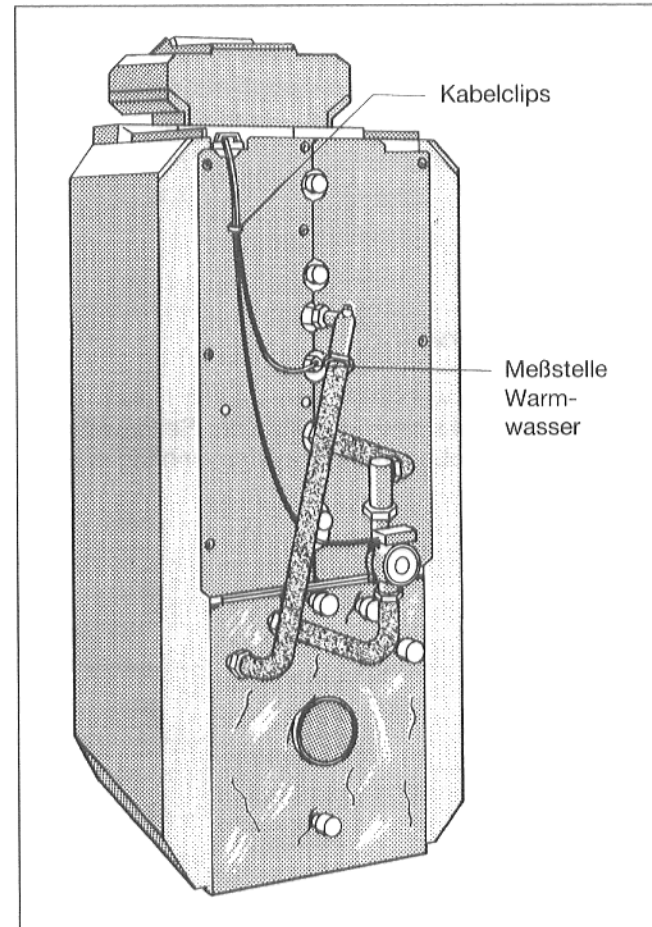

Abb. 25
Die Tauchhülse für den Warmwasser-Temperaturfühler befindet sich im Speicherbehälter auf der Rückseite (Abb. 25).
- Kabelclipe in die Bohrungen der Rückwand eindrücken (Abb. 25).
- Kabel von Speicherladepumpe und Fühlerleitung von Warmwasserfühler durch den Kabelhalter zum Regelgerät führen und nach Schaltplan anschließen (Abb. 25).
- Kabel spannungsfrei verlegen und in Kabelclipe drücken (Abb. 25).